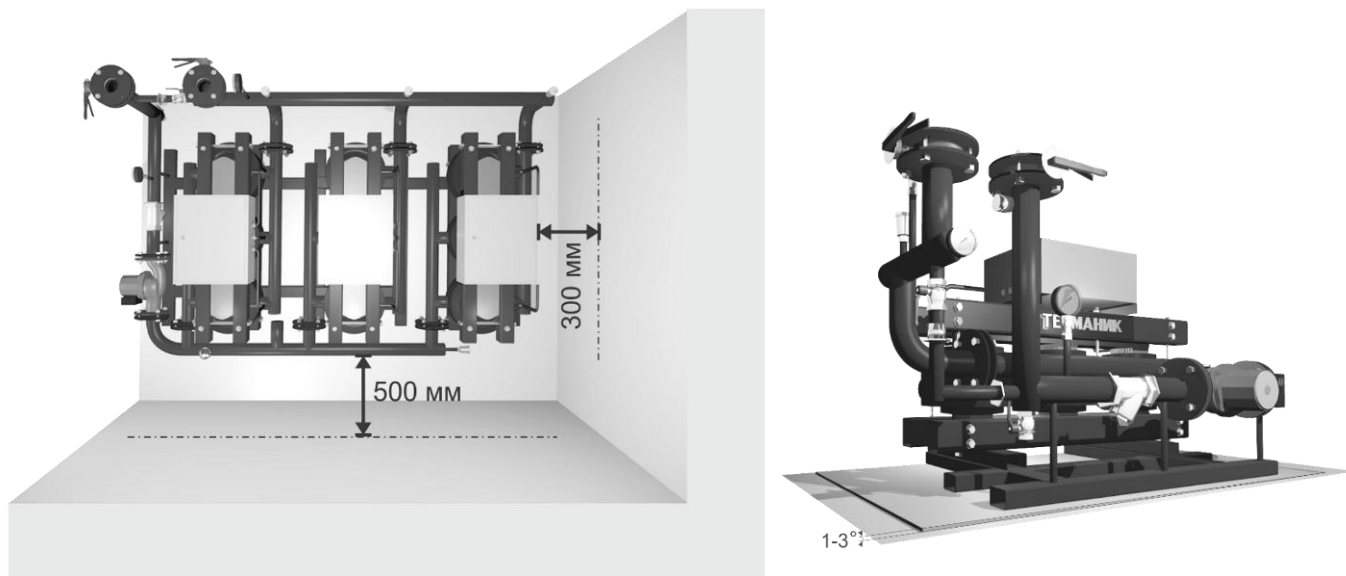

Рис. 3 Минимальные расстояния от стен и угол установки оборудования
- 4.5. Рекомендуемые минимальные зазоры до стен от изделия рис. 3.
- 5.2. Установить узел нагрева на твердую ровную поверхность в соответствии с рис. 3.